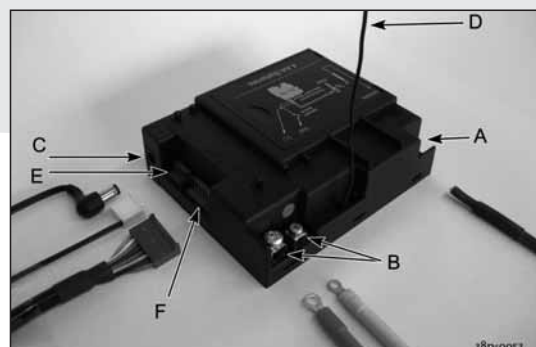

fig. 11
Pour ce faire, procédez comme suit (voir la Fig. 11):
- Branchez la prise brune du cordon d'alimentation sur le récepteur; (voir la Fig. 11, flèche F).
- Branchez les câbles du thermocouple 1 sur le récepteur; (voir la Fig. 11, flèches B).
Branchez le fil noir avec la prise blanche du thermocouple 2 sur le récepteur (voir la Fig. 11, flèche E).
- Branchez le câble d'allumage sur le récepteur; (voir la Fig. 11, flèche A)
- branchez-le sur le récepteur; (voir la Fig. 11, flèche C);
- Inclinez l'antenne hors des clips; voir la Fig. 11, flèche D.